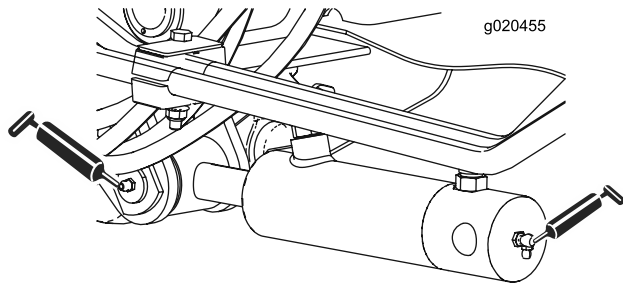

Figure 47
- 2 (de chaque côté) bagues de vérin de bras de levage (Figure 47)